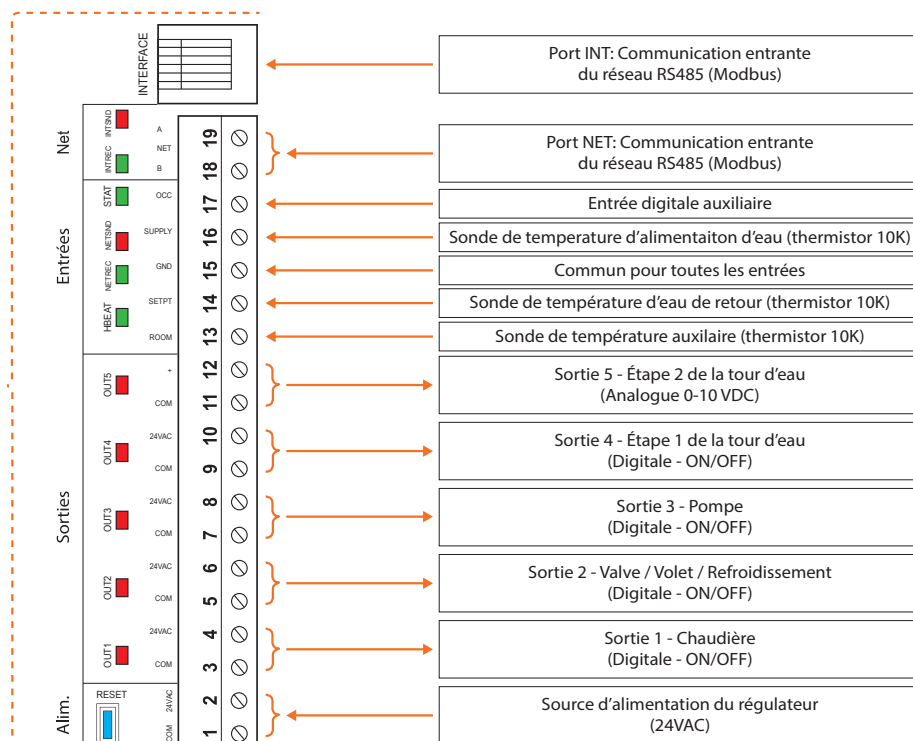

Figure 5 - Identification des entrées et sorties
- Figure 5 - Identification des entré